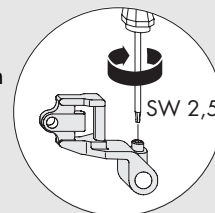

Bild 2
- A** Flügel einhängen. Lagerbolzen (8) durchschieben und einrasten.
- B** Lagerbolzen (8) **unbedingt** mit Gewindestift im Winkelbandlager (10) sichern (siehe Bild 2).
- A** Seiteneinstellung: über Schere LM 4200 (14)